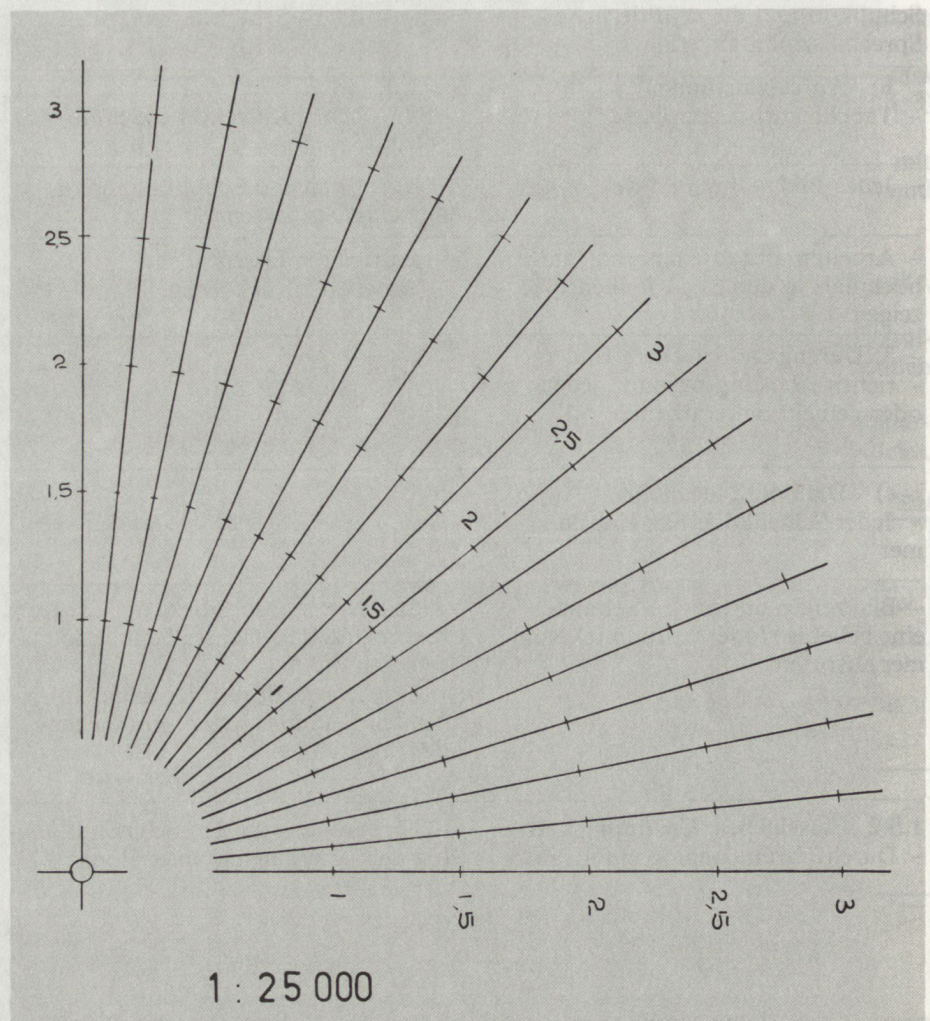

Bild 6 Klarsicht-Beob Gitter
- Klarsicht-Beobachtungsgitter (gemäß Bild 6)